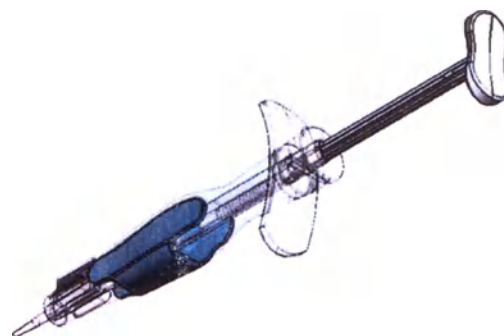

Рисунок 2 – Схематическое изображение инжектора Р
3.8.3.2 Инжектор Р имеет цилиндрический корпус с мягким покрытием, с поршнем, перемещающимся вдоль продольной оси, с силиконовым наконечником (рисунок 2). Цилиндрический корпус инжектора Р изготовлен из сополимера стирола с метилметакрилатом, мягкое покрытие изготовлено из эластомера, поршень изготовлен из полиоксиметилена, наконечник изготовлен из силикона.